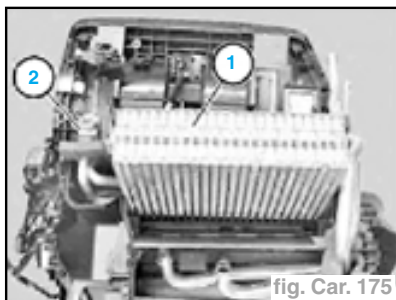

fig. Car. 175
- Extraire l'évaporateur (1) (fig. Car. 175).
- En cas de remplacement : Déposer le détendeur (2).